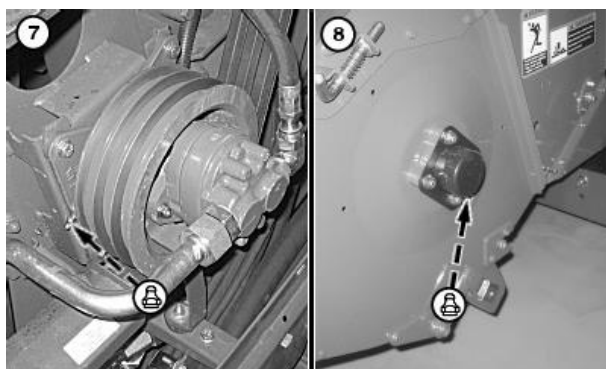

Рис.4.51 – Змащування підшипників шківів приводного насоса мотопила та жатки (7), підшипників ротора соломоподрібнювача (8)
11. Змастити підшипник шківів привідного насоса мототила та жатки (рис.4.51).
12. Змастити підшипник ротора соломоподрібнювача. ввести мастило в маслянки з обох сторін (рис.4.51).